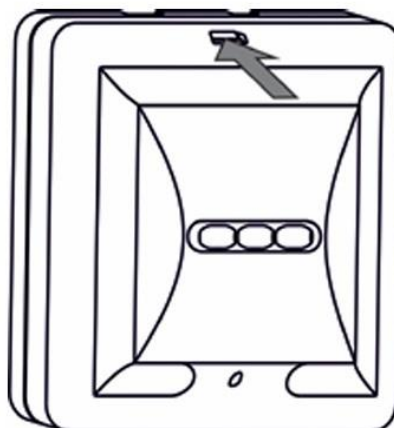

Рисунок 4
1. Снять крышку извещателя, отжав отверткой фиксатор крышки (Рис. 4).